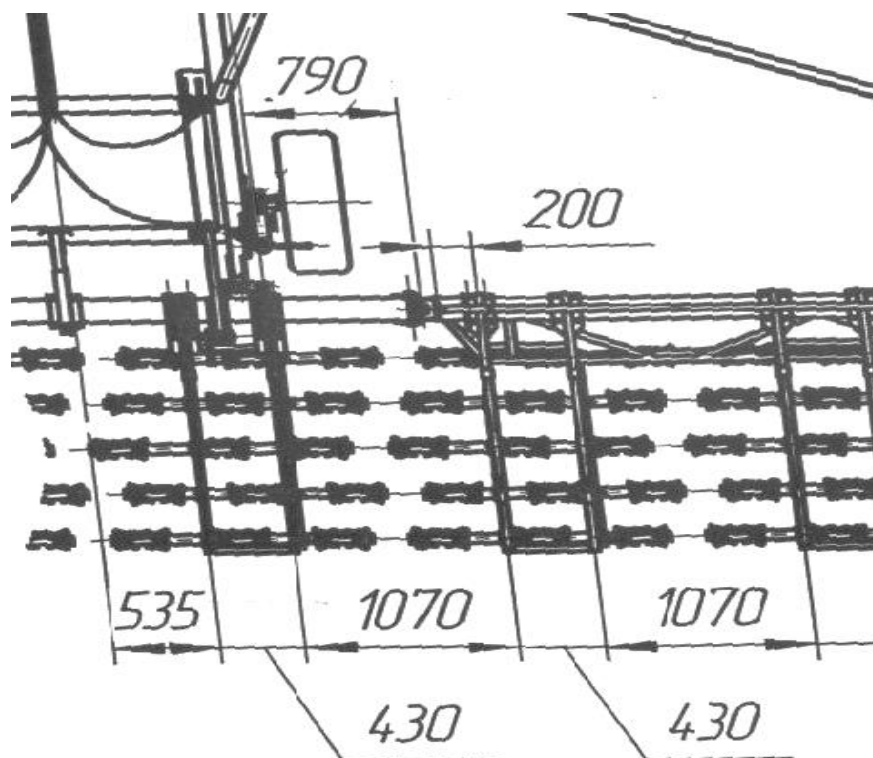

Рис.1 Расстановка борон
5.18 Установите кронштейны крепления борон с интервалами согласно рис. 1